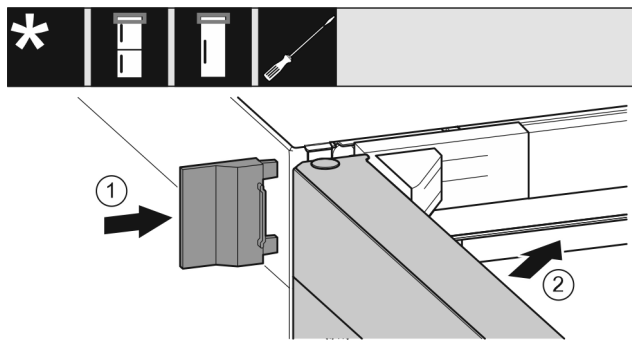

Fig. 66
- ▶ Tolja fel a külső fedelet Fig. 66 (1).
- ▶ Csukja be a felső ajtót Fig. 66 (2).